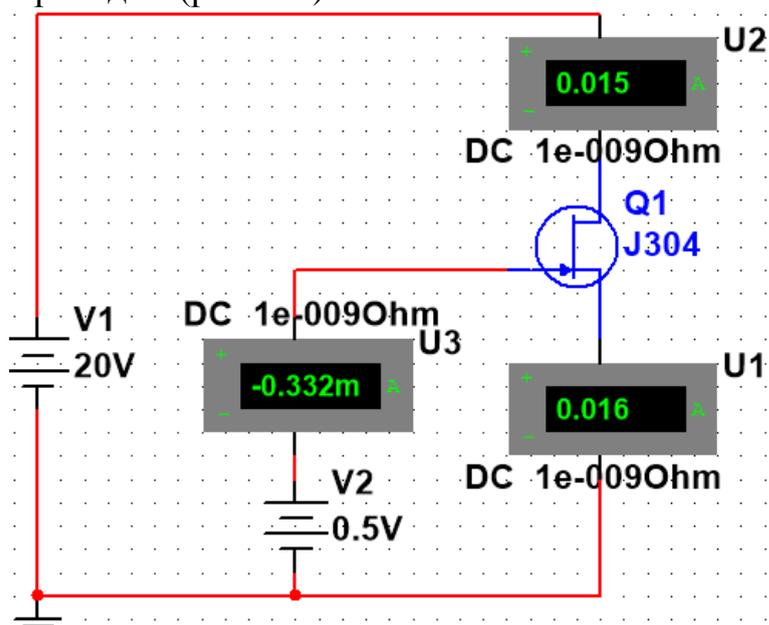

Рис. 9.1. Схема для исследования характеристик ПТ
Собираем схему для исследования характеристик п-канальных полевых транзисторов с р-п переходом (рис. 9.1).
1.1 Собрать схему для исследования характеристик n-канальных полевых транзисторов с р-п переходом (рис. 9.1).